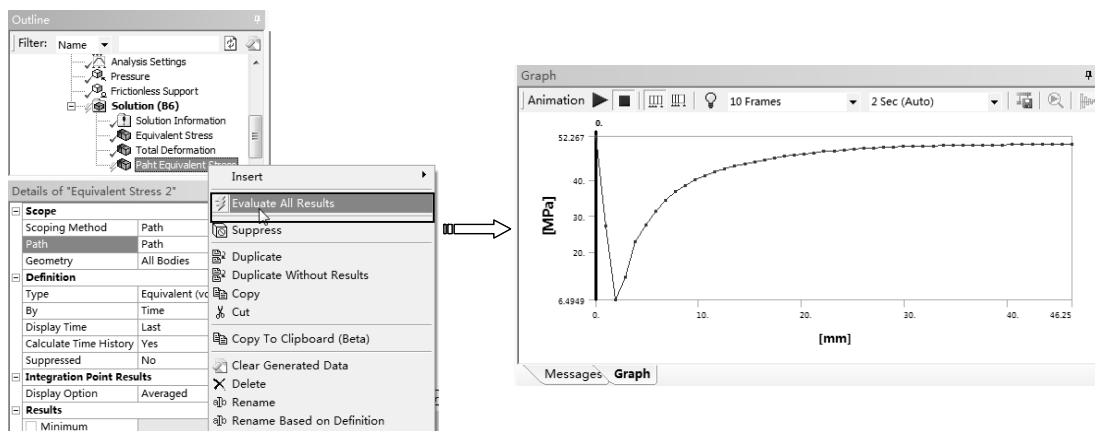

图 5-57 显示路径上的应力
7) 显示路径结果。在【Outline (分析树)】中选择【Path Equivalent Stress】节点，单击鼠标右键，在弹出的快捷菜单中选择【Evaluate All Results】命令，在图形窗口显示路径上的应力分布，如图 5-57 所示。